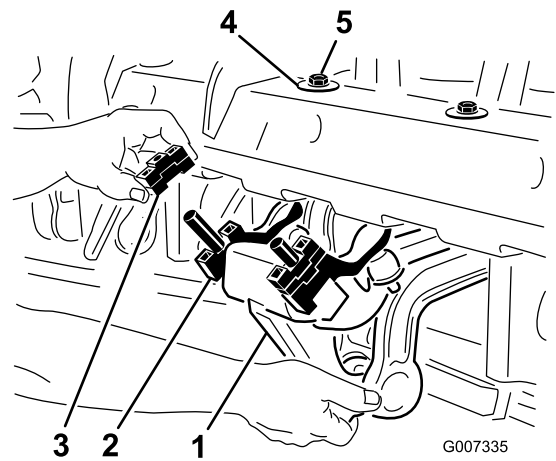

图25
1. 卸下将 Roto-Link 阻尼器总成固定至打孔头机架底部的锁紧螺母 1/2 英寸 图25。
2. 降低阻尼器总成与隔片接触 图25。
4. 再次将阻尼器总成组装到打孔头机架上。确保 D 形垫圈按 图25 中所示靠住打孔头机架安装。固定 2 个锁紧螺母。